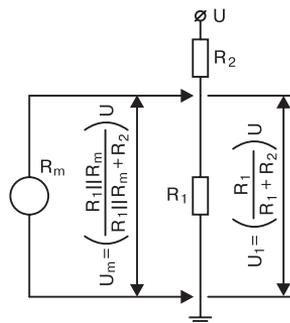

Рис. 6.1. Подключение собственного сопротивления прибора
- ♦ прибор может нагружать цепь, в которой производятся измерения. Это означает, что собственное сопротивление прибора, будучи подключенным параллельно компоненту, на котором измеряется напряжение, уменьшает результирующее напряжение. Поэтому измеряемое напряжение окажется меньше действительного (рис. 6.1). Действительное напряжение в отсутствие подключения прибора равно  $U_i = UR_i / (R_i + R_2)$ .
Если принять (рис. 6.1), что  $R_2$  равно  $R_s$ , то уравнение получается с помощью теоремы Тевенина для последовательной цепи  $R_s$  и  $U$ . Если эквивалентная по Тевенину цепь нагружена сопротивлением  $R_m$ , то